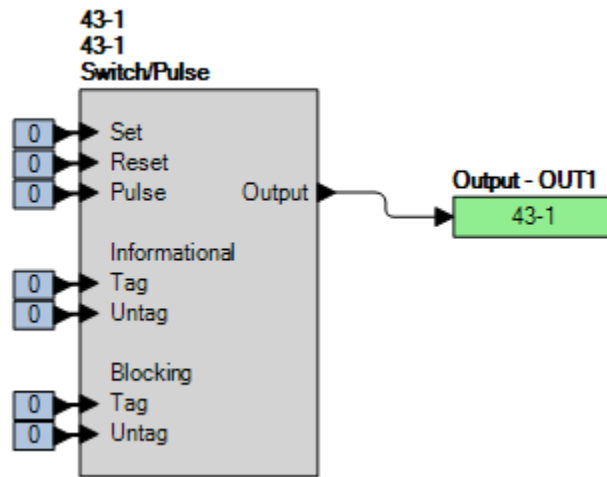

Figura 74-1. Ajustes de BESTlogicPlus
Paso 2: Utilice BESTCOMSPPlus para configurar la Lógica programable de BESTlogicPlus, como se muestra en la Figura 74-1.
Paso 4: Utilice el Explorador de mediciones de BESTCOMSPPlus para abrir la rama del árbol Control, Interruptores virtuales (Figura 74-1). Al utilizar la función seleccionar antes de operar, realice los siguientes pasos para controlar un interruptor virtual.